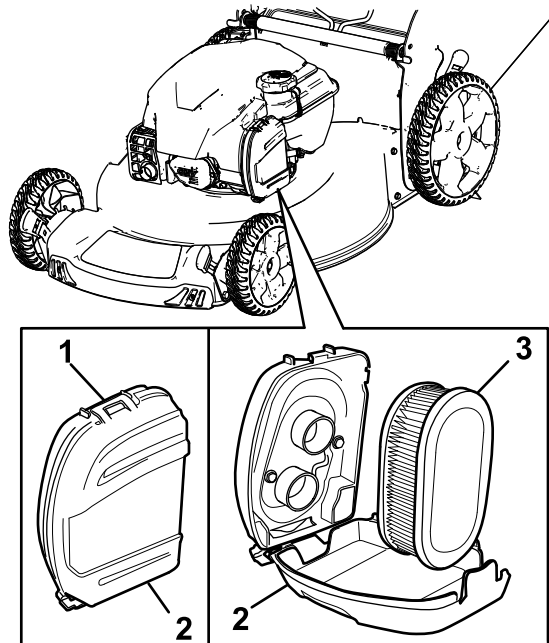

Figura 28
- Abra los cierres de la parte superior de la tapa del filtro de aire (Figura 28).
- Retire el filtro de aire (Figura 28).